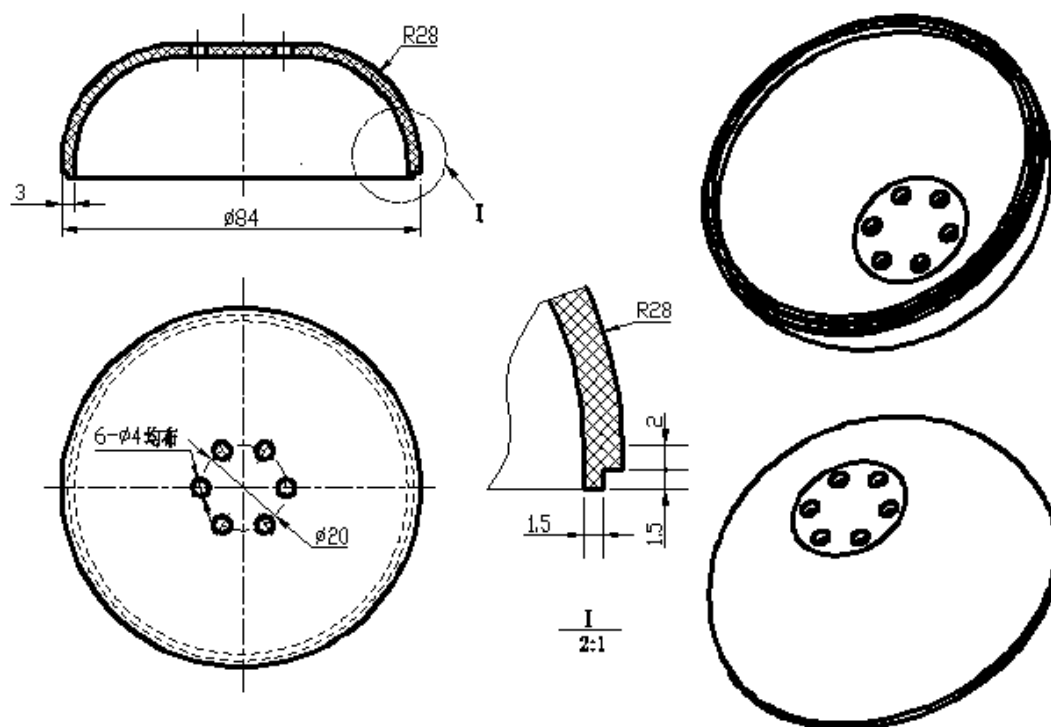

图3-8漏瓶盖
按照图3-8的要求，对漏瓶盖零件进行产品造型、结构设计与3D打印。塑件材料：**ABS**。技术要求：
(1) 在F盘下建立考生文件夹，文件夹名称为考生准考证号。产品零件设计的结果文件保存于此文件夹中。
(2) 根据图3-8对产品进行造型，并对内部结构进行设计，文件名称为CPSJ3DDY
(3) 对产品设计的结果文件进行3D打印
(4) 对打印的零件进行后处理（含去支撑、粘接等）